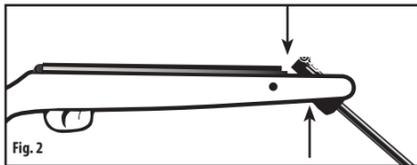

Fig. 2
AVERTISSEMENT: PRENDRE SOIN DE TENIR LES DOIGTS À L'ÉCART DES POINTS DE PINCEMENT. LA FIGURE 2 MONTRÉ LES POINTS DE PINCEMENT DONT IL FAUT ÊTRE CONSCIENT.
- Prenez soin de ne pas vous pincer la main ou les doigts dans la charnière du fusil à air comprimé (Fig. 2).